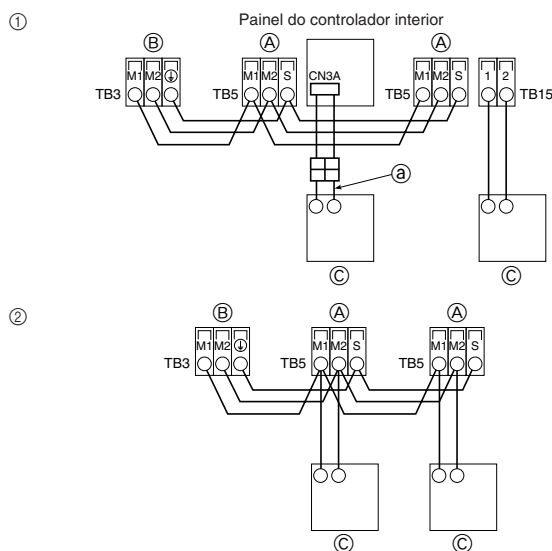

Fig. 7-2
7.2. Ligação dos cabos de transmissão do controlo remoto e das unidades interior e exterior (Fig. 7-2)
① Controlo remoto MA
③ Cabo de controlo remoto MA (ACESSÓRIO ③)
② Controlo remoto M-NET